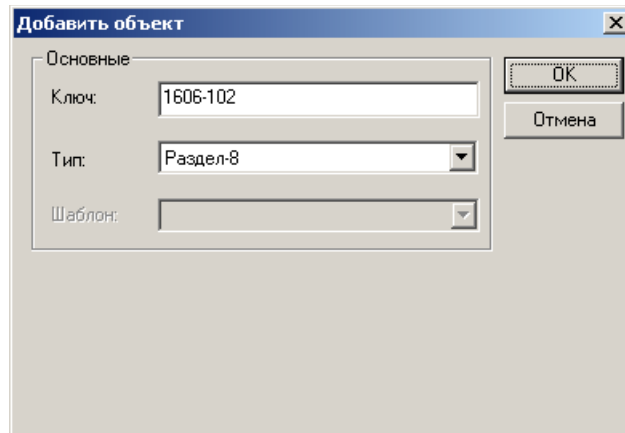

Рисунок 5.71. Диалог добавления раздела
- Щелкните по ячейке правой клавишей мыши или нажмите клавишу **Пробел**. Будет открыто окно **Добавить объект** (рисунок 5.71).